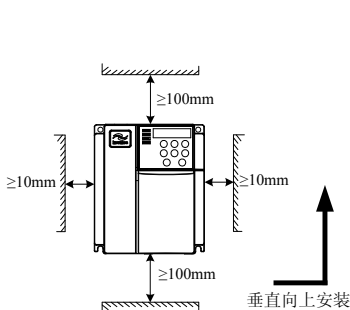

图 3-1 MD210 变频器安装空间要求
- 1) 安装空间要求如图 3-1 所示, 需保证变频器有足够的散热空间。预留空间时请考虑柜内其它器件的散热情况。